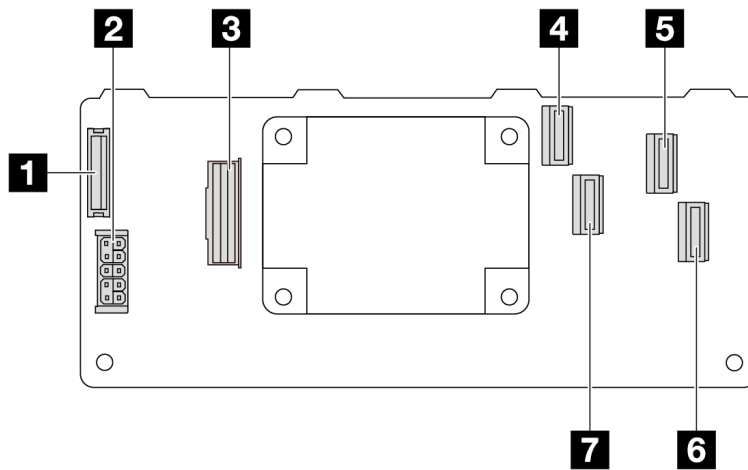

Abbildung 319. Ein Gen 3 16i CFF RAID-Adapter (vier Anschlüsse)
- Abbildung 319 „Ein Gen 3 16i CFF RAID-Adapter \(vier Anschlüsse\)“ auf Seite 365